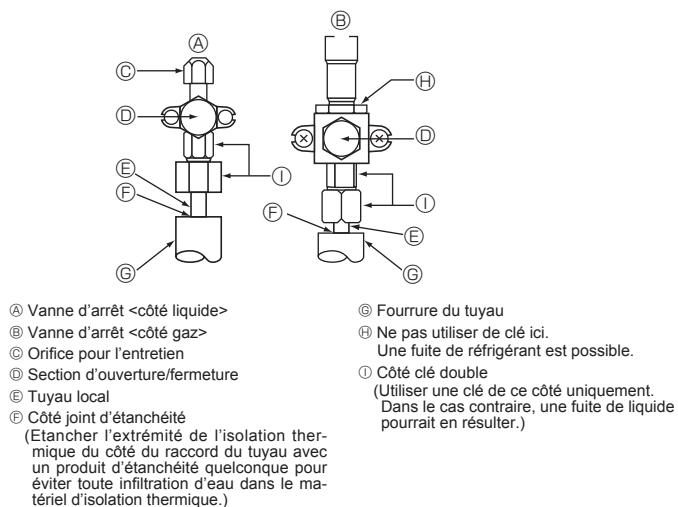

Fig. 4-5
4.4. Test d'étanchéité des tuyaux de réfrigérant (Fig. 4-5)
- Vérifier que les vannes d'arrêt ④ et ⑤ sont fermées et ne pas les ouvrir.
- Ajouter de la pression dans les tuyaux de réfrigérant par l'orifice de service ⑥ de la vanne d'arrêt de liquide ④.
- Si la pression diminue à l'étape (2) ou (3), il y a une fuite de gaz. Rechercher l'origine de la fuite de gaz.